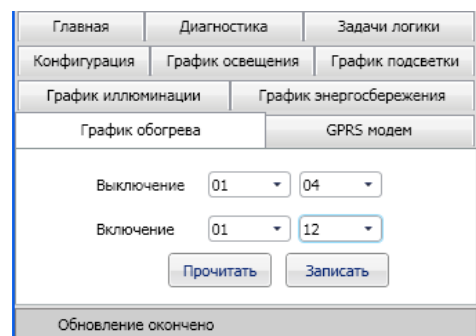

Рисунок 14
**2.3.6** В окне «График обогрева» имеется возможность задать промежуток времени, на котором будет включен обогрев (число/месяц). Включение/выключение нагрузки (обогрева) происходит в 00:00 числа, записанного по графику (рисунок 14).